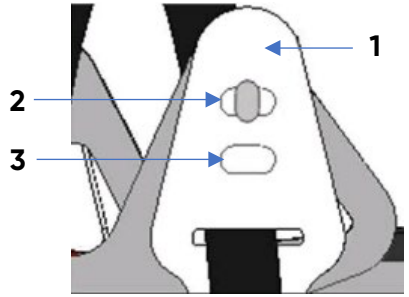

Fig. 2
L'altezza dell'indossare l'elmetto è regolabile in due posizioni (Fig. 2). Dopo aver indossato l'elmetto, bisogna assicurarsi che le fasce portanti siano correttamente adattate all'altezza della testa. Generalmente, i ganci della fascia (1) sono montati nella posizione superficiale (2). Per cambiare l'altezza dell'indossare, bisogna fissare quattro ganci della fascia nella posizione profonda (3).